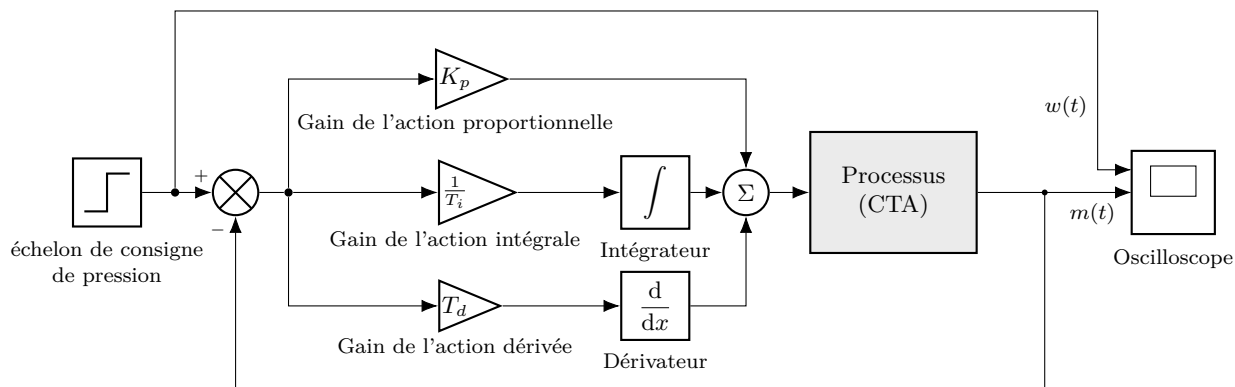

Fig. 24 – Schéma de simulation en boucle fermée.
- À l’aide des figures 24 et 25, déterminez, pour le deuxième réglage, la valeur de l’erreur statique ε_{S2} exprimée en pourcentage de la valeur finale.